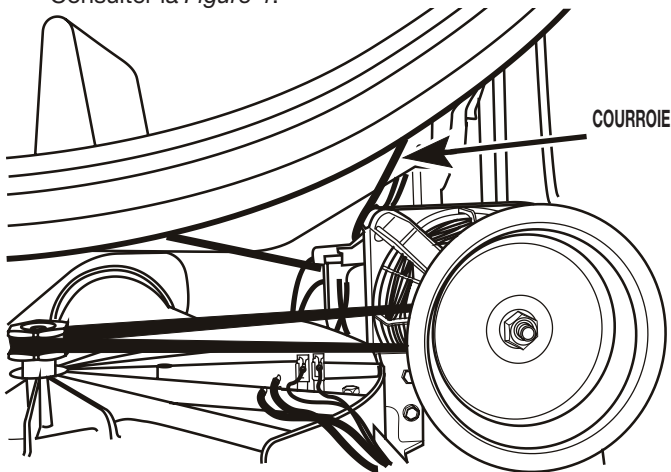

FIGURE 4
- Par l'arrière du moteur d'entraînement, pousser le bras de la poulie de tensionnement pour éliminer la tension du ressort sur la courroie; dégager la courroie de la poulie de tensionnement et de la poulie du moteur. Consulter la Figure 4.